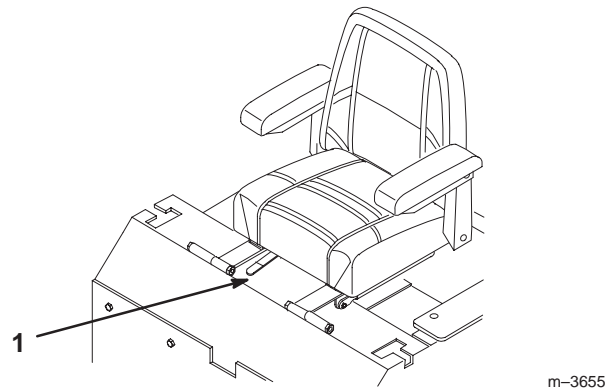

Figure 21
1. Poussez le levier sur le côté pour débloquer le siège (Fig. 21).